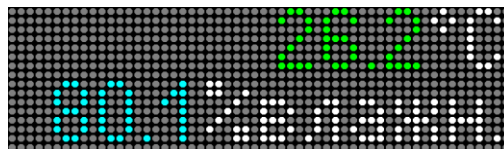

Рисунок 2.2 – Режим отображения двух числовых значений
- отображение двух значений (рисунок 2.2).